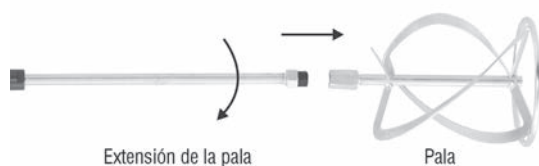

Fig. 2 – Montaje de la extensión en la pala
1. Enrosque la extensión en la pala, de acuerdo a la Fig. 2;